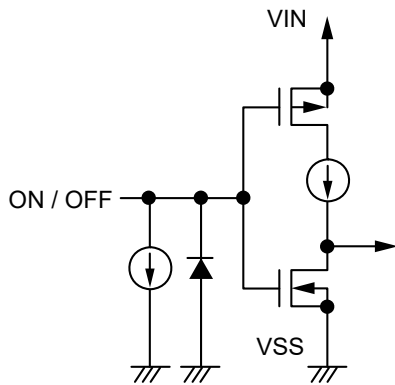

図18 S-1313シリーズA / Cタイプ
ON / OFF端子は図18、図19の構造になっています。
*1. ON / OFF端子をVIN端子に接続した状態で動作させたときのS-1313シリーズA / Cタイプの消費電流は、 $0.1\ \mu\text{A typ.}$ の定電流分だけ多く流れますので注意してください (図18参照)。